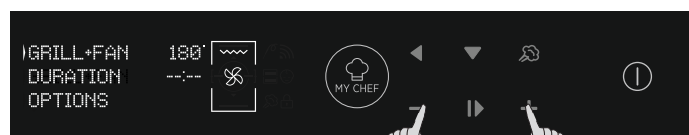

Figura 10
- Pressione MAIS ou MENOS para selecionar a temperatura desejada na função selecionada. Pressionar OK para continuar ou BACK para voltar à seleção das funções de cozedura. (Figura 10)